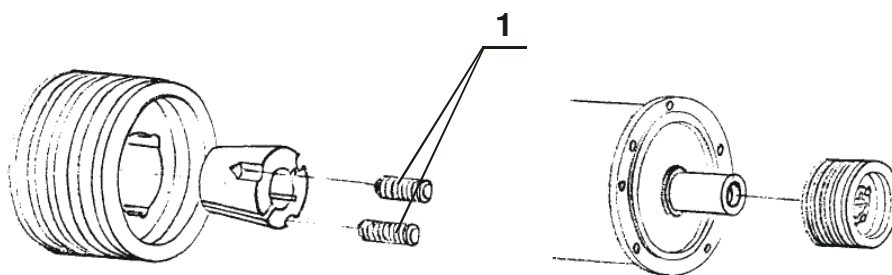

Рисунок 27 – Схема закрепления шкива на валу.
- Вставить конус в ступицу и завернуть без усилия два установочных болта 1 (рис.27). Очистить вал, установить на него шкив с конусом. При установке шкива конус фиксируется на валу первым, после этого обычно шкив еще немного смещается относительно конуса.